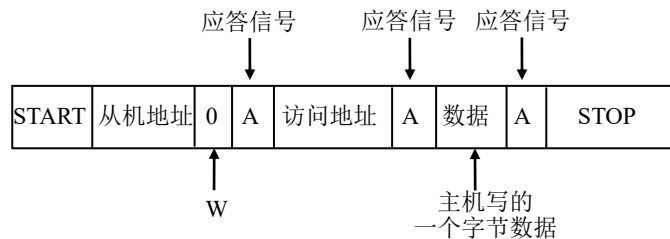

Figure 15-7 主机向从机写数据
如 Figure 15-7 所示，主机要向从机写 1 个字节数据时，主机首先产生 START 信号，然后紧跟着发送一个从机地址，这个地址共有 7 位，紧接着的第 8 位是数据方向位 (R/W)，0 表示主机发送数据 (写)，1 表示主机接收数据 (读)，这时候主机等待从机的应答信号 (A)，当主机收到应答信号时，发送要访问的地址，继续等待从机的应答信号，当主机收到应答信号时，发送 1 个字节的数据，继续等待从机的应答信号，当主机收到应答信号时，产生停止信号，结束传送过程。
如 Figure 15-7 所示，主机要从从机读 1 个字节数据时，主机首先产生 START 信号，然后紧跟着发送一个从机地址，注意此时该地址的第 8 位为 0，表明是向从机写命令，这时候主机等待从机的应答信号 (A)，当主机收到应答信号时，发送要访问的地址，继续等待从机的应答信号，当主机收到应答信号后，主机要改变通信模式 (主机将由发送变为接收，从机将由接收变为发送) 所以主机发送重新开始信号，然后紧跟着发送一个从机地址，注意此时该地址的第 8 位为 1，表明将主机设置成接收模式开始读取数据，这时候主机等待从机的应答信号，当主机收到应答信号时，就可以接收 1 个字节的数据，当接收完成后，主机发送非应答信号，表示不在接收数据，主机进而产生停止信号，结束传送过程。